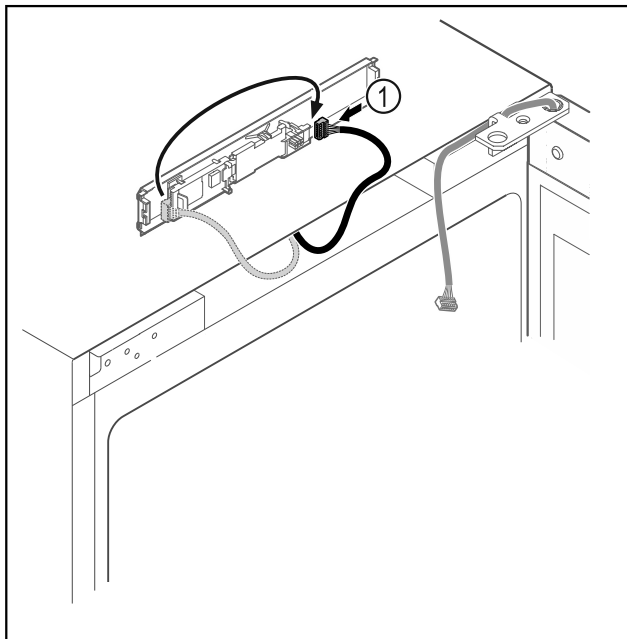

Fig. 19
- Dugja át a dugót Fig. 19 (1) a NYÁK-ba.